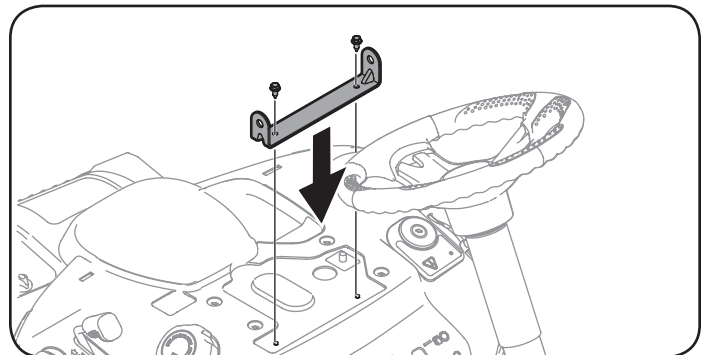

Figura 7
3. Alinee el soporte del asiento en su lugar sobre los orificios de los tornillos autorroscantes que extrajo, como se indica en la Figura 7.
4. Con una llave de trinquete de 1/4 de pulgada y una llave de cubo de 3/8", sujete el soporte del asiento con los tornillos autorroscantes que extrajo en el Paso 2. Vea la Figura 7.